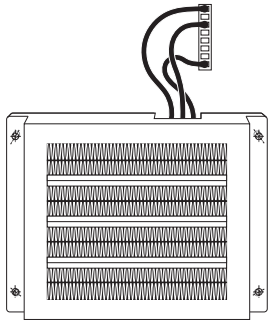

Рис. 14.
7. Подключите нагревательный элемент к разъему «мама» в приборе. Убедитесь, что соединение «мама-папа» надежно зафиксировано до щелчка (рис. 14).